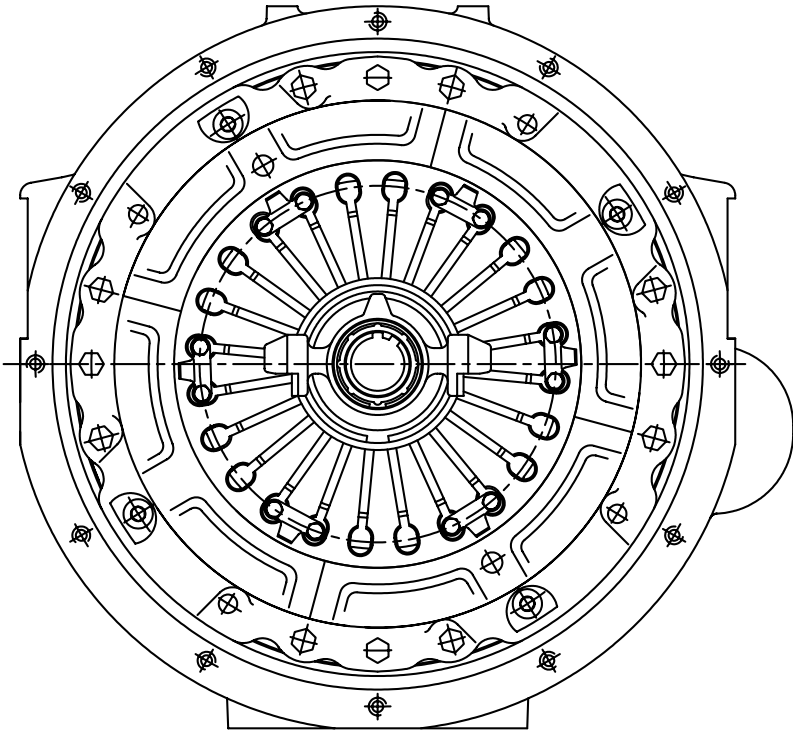

Рис. 20. Положение муфты выключения сцепления
5. С помощью специальной оправки, установленной на центрирующую оправку ведомого диска, сцентрировать муфту выключения сцепления и развернуть её, как показано на рис. 20. Допускается угловое отклонение не более 10°.